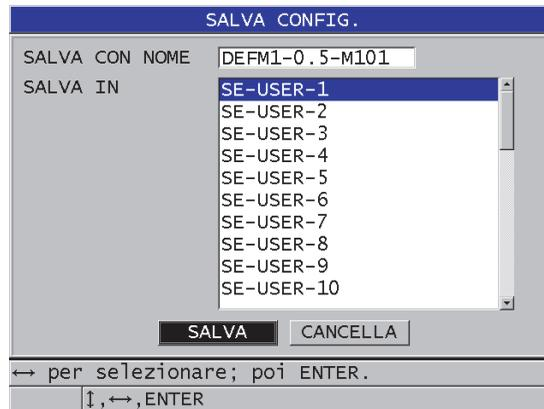

Figura 13-17 Salvataggio delle configurazioni personalizzate
4. Nella schermata **SALVA CONFIG.** (salva configurazione) [vedere Figura 13-17 a pagina 268):